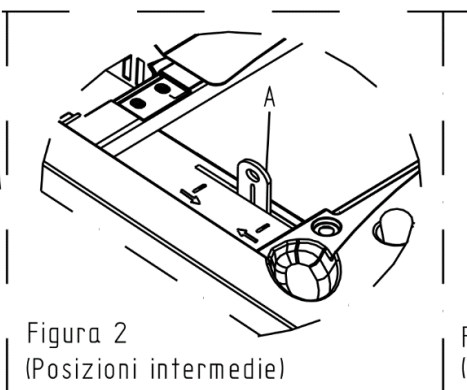

Figura 2
- Simultáneamente hacia adelante y hacia atrás, poniendo la palanca (A) en las dos posiciones centrales (figura 2).